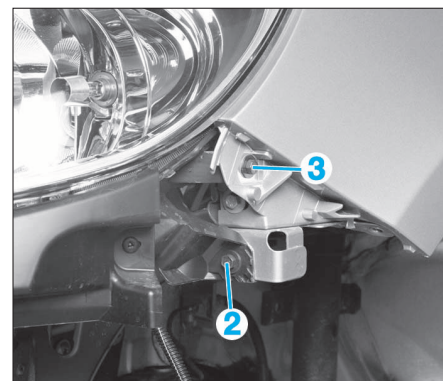

FIG. 11
- Déposer (Fig.11) :
- la vis de fixation inférieure (2) du projecteur,
- le rivet en plastique (3),